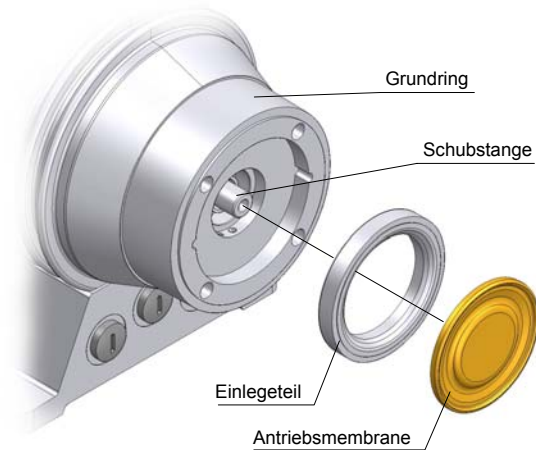

Abb. 50 (Demontage der Antriebsmembrane)
- Antriebsmembrane aus der Schubstange herausdrehen (siehe Abb. 50)